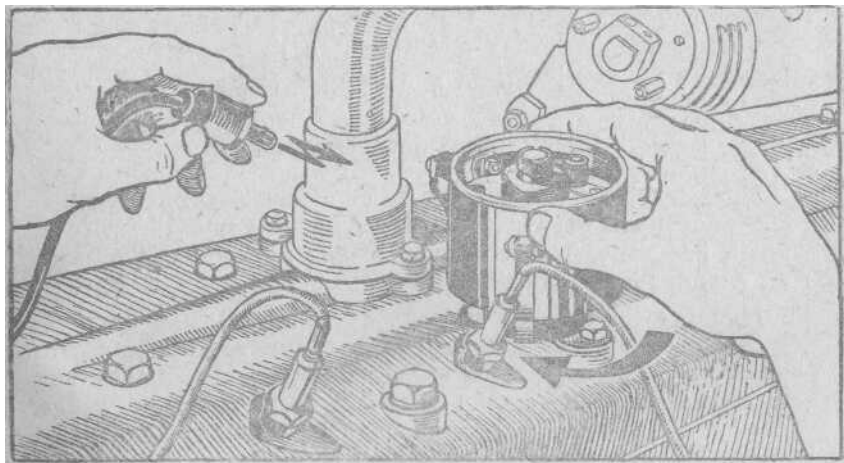

Рис. 11 — Проверка и установка зажигания „на искру”
11. Медленно вращать корпус распределителя по часовой стрелке до тех пор, пока между проводом высокого напряжения и массой не проскочит искра (рис. 11).